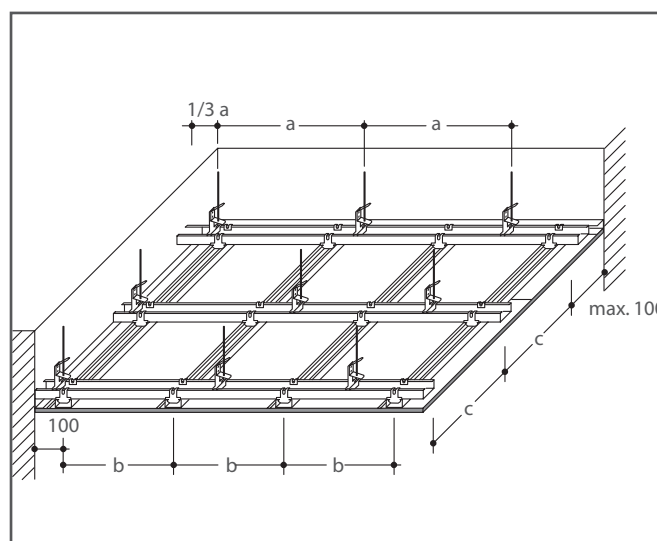

Fig. 4-4 Subconstrucție pe profil metalic suspendată conform DIN 18181. Racord în perete vezi Fig. 4-11
- Subconstrucție pe profil metalic suspendată (vezi Fig. 4-4)